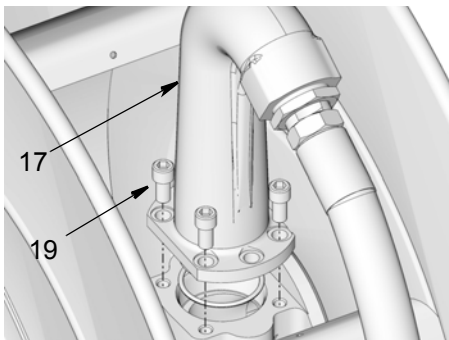

FIG. 36
6. Reinstallare l'uscita (17) sul rocchetto. Riposizionare e stringere bene i bulloni (19). Serrare i bulloni a 32,54-40,67 N.m (24-30 piedi-lb) (FIG. 36).